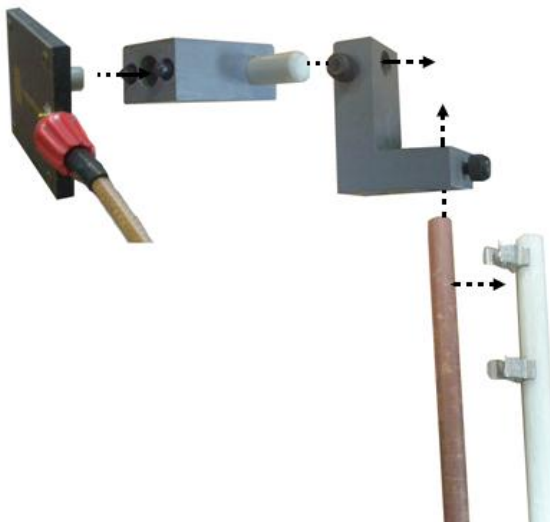

Figura 11.14. Montaje de la antena de placa orientada según el plano E
L. Cambié de posición la antena de placas, retírela y gírela 90° , luego vuelva a montarla para que esta vez quede orientada según el plano E. (ver Figura 11.14).